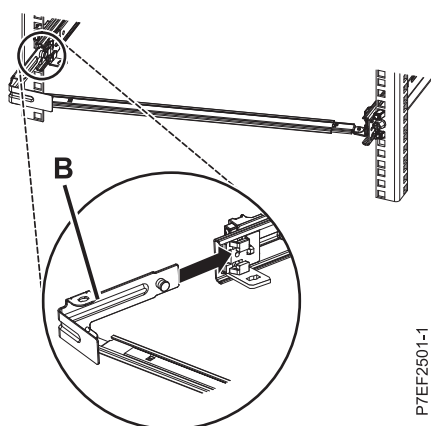

図 12. ピンを延長してブラケットをスライド・レールに取り付ける
4. ケーブル・マネジメント停止ブラケット (B) を右側スライドの内側のスロットに取り付けます。停止ブラケット (B) をスライド・レールに滑り込ませ、バネ式のピンが所定の位置に収まるまでスライドさせます。詳しくは、図 12を参照してください。